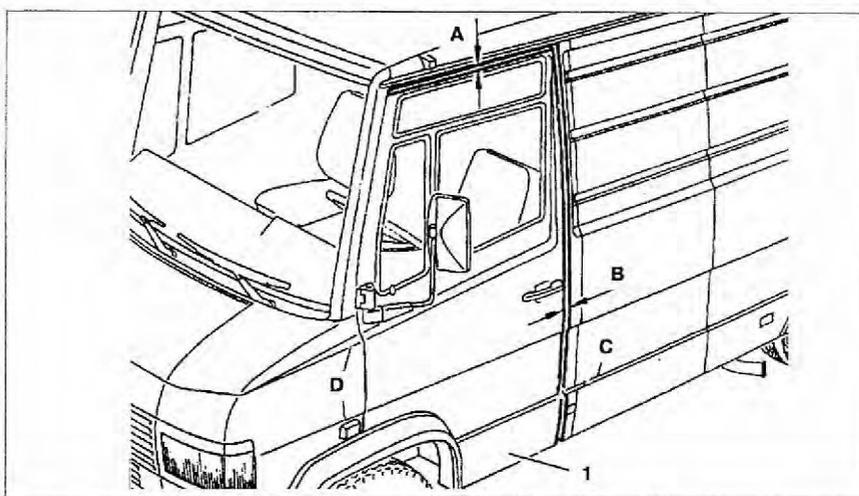

Рис. 8.7. Регулировка передней двери: **A, B** – Зазоры; **C, D** – Совмещение ребер.
4. Проверьте зазоры **A** и **B** и совмещение ребер **C** и **D** (рис. 8.7). Зазор по периметру двери: 10 ± 1 мм. Установочная глубина передней двери к зазору **A** на центральной стойке: $0 (+1/-2)$ мм. Отклонение совмещения ребер передней двери к ребрам переднего крыла: 0 ± 2 мм.